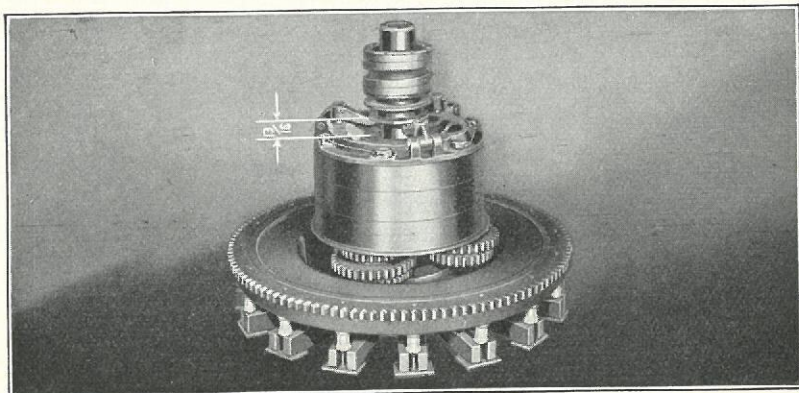

Fig. 206
- 315 Indstil de tre Koblingsfingerskruer saaledes, at Spillerummet mellem Koblingsudløserstykkets Underkant og Drivplade-akslens Flange er $\frac{18}{16}$ " (Fig. 206). Stilleskrueerne sikres ved Indsætning af Splitter gennem Fingre og Skrueer.